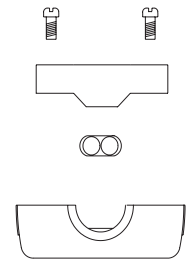

Fig. 5
- 4) Cierre la semiesfera superior y enrosque los tornillos de apriete (Fig. 5)
- 4) Fechar o invólucro superior e aparafusar os parafusos de aperto (Fig. 5)
- 4) Luk yderskallen og fastgør strammingskruen (Fig. 5)